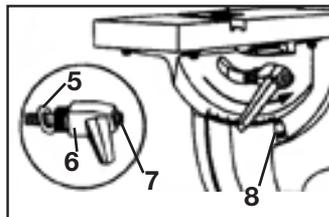

FIG 3
1. Déposez la vis et l'écrou d'alignement (1) sur le bord de la table.
2. Placez la table sur la scie. Faites glisser la lame à travers la fente de la table (2). Assurez-vous que la nervure de montage (3) sur le côté du boîtier est engagée dans la rainure sur le support rotatif (4).
3. Insérez la rondelle plate sur le côté fileté du bouton de verrouillage de la table. Insérez le bouton de verrouillage de la table à travers la fente du support et dans le trou du boîtier, en tournant dans le sens horaire jusqu'au serrage manuel. Installez la poignée de verrouillage de la table (6) par-dessus le bouton de verrouillage et installez le boulon Allen avec le ressort dans le levier de verrouillage. Faites tourner le boulon Allen (7) dans le sens horaire avec la clé Allen fournie pour serrer le levier sur le bouton de verrouillage. (FIG 3)
- REMARQUE : La poignée à ressort (6) peut être libérée en la tirant vers l'extérieur.
4. Remettez en place la vis et l'écrou d'alignement (1).
5. Si nécessaire, réglez le pointeur d'inclinaison (8) pour qu'il soit conforme à l'inclinaison réelle de la table.